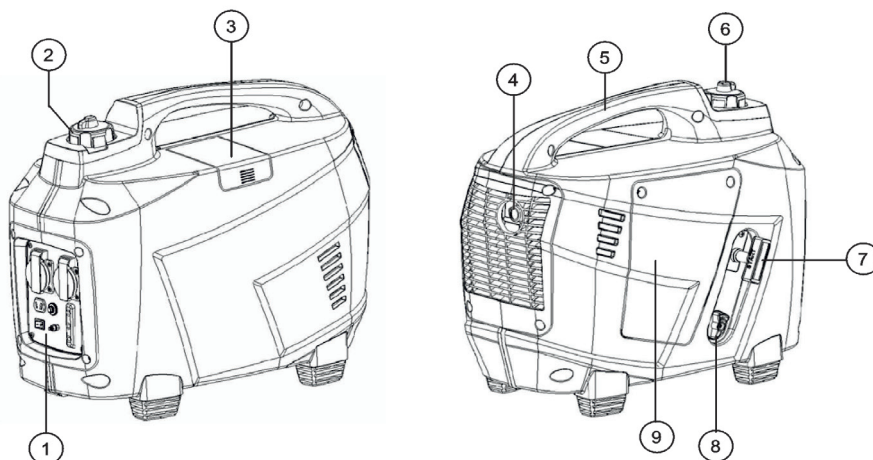

Рис. 1
2. Откройте топливный кран, установив рычаг топливного крана 8 (Рис. 1) в положение «Вкл»